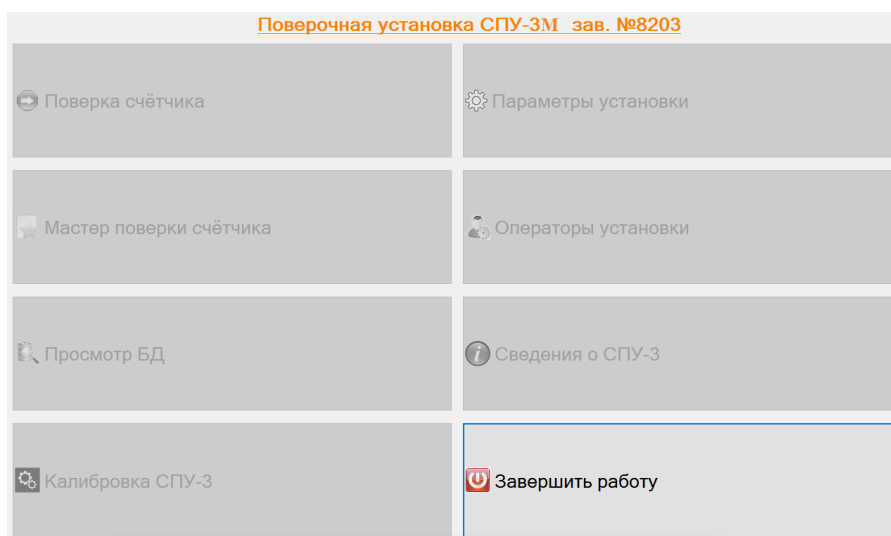

Рисунок 2
2.3.9.1 Завершить работу ЭВМ, выбрав в основном меню (рисунок 2) пункт «Завершить работу» или используя средства Windows.